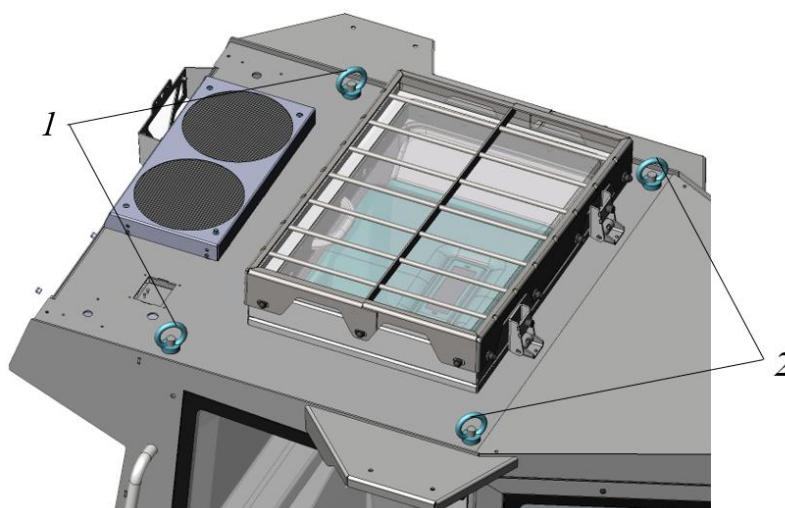

Рисунок 2. Места установки рым-гаек/болтов
- ▶ Вкрутить в крышу кабины четыре рым-гайки/болты М24 поз. 1 и 2, рис. 2.